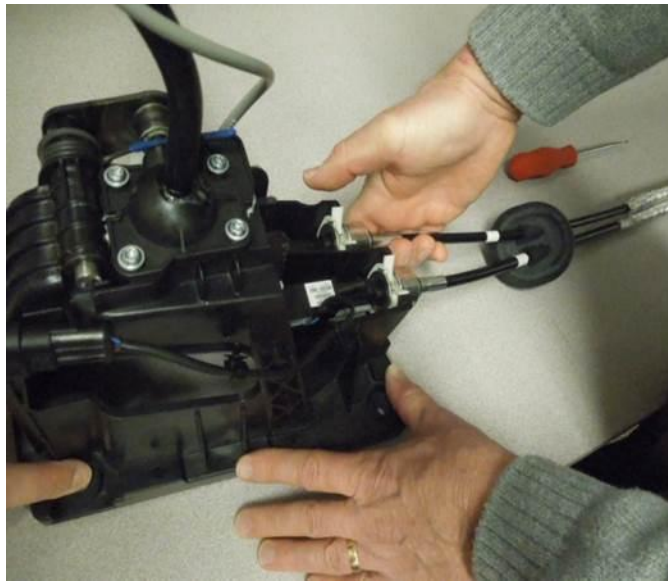

Fig. 1 Shift Module
4. Pull up on shift cable (Fig. 1).